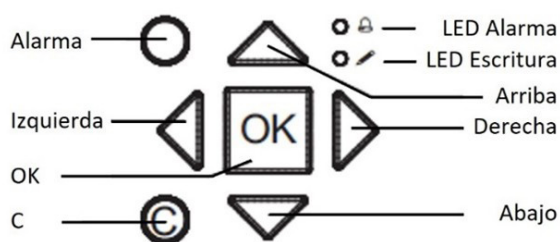

Figura 5. Botonera del mando remoto
- Navegación entre las diferentes pantallas y menús mediante 7 botones (ver figura 5).